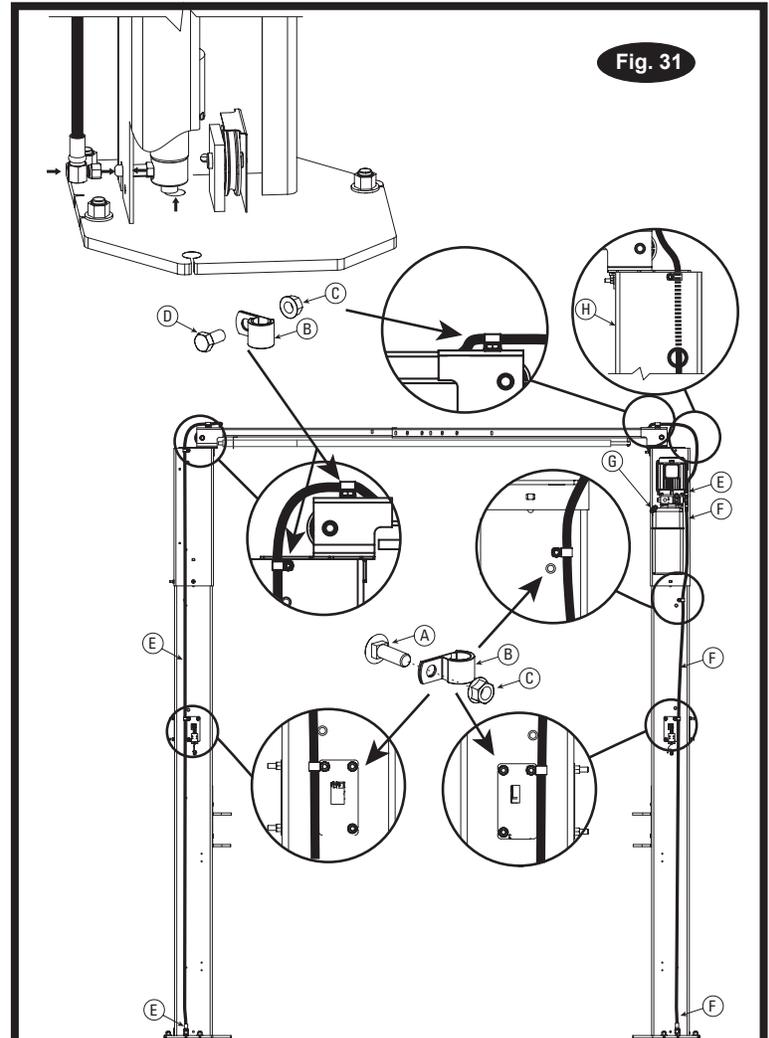

Fig. 31 Detalle
Instalación de adaptador y manguera (véase la Fig. 31)
4. Llenado de aceite: Retire el tapón de respiradero llenado sobre la unidad de alimentación, Fig. 31. Llene hasta la marca MIN del depósito con aceites hidráulicos aprobados (→ Capítulo 9.4, Aceites hidráulicos aprobados). Vuelva a colocar el tapón de llenado-respiradero.